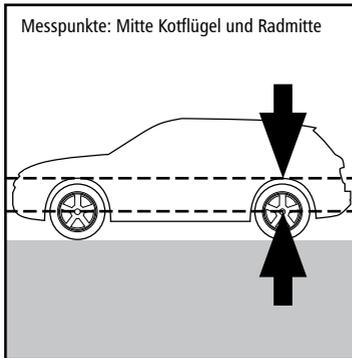

Abbildung 1, Fahrzeug im Ruhezustand
2. Messen Sie im Ruhezustand die Distanz zwischen der markierten Radmitte und der Kotflügelmitte (Abbildung 1) und notieren Sie sich den Wert (Raum für Notizen finden Sie auf Seite 23).
Distanz eingefedert (Abb. 1)	– 40,0 cm
Distanz eingefedert (Abb. 1)	– 41,0 cm